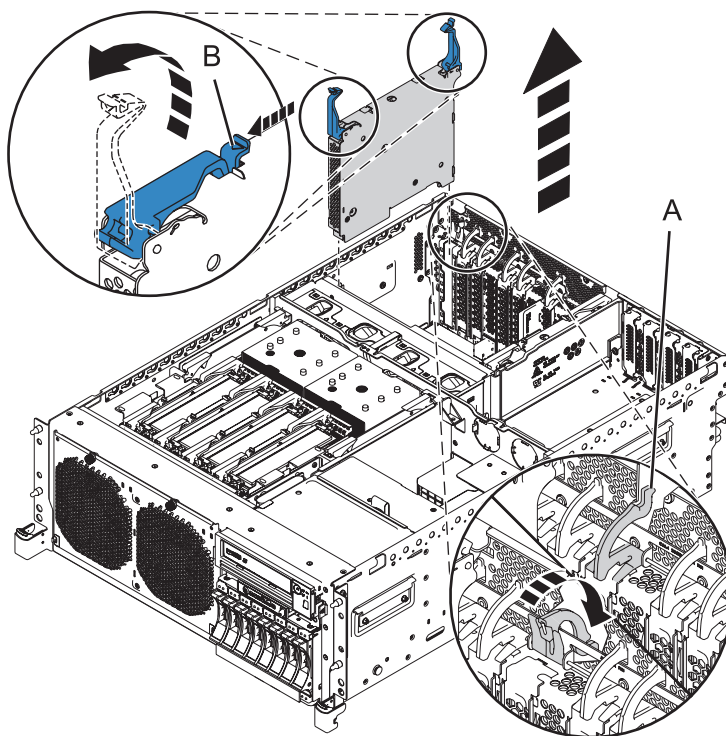
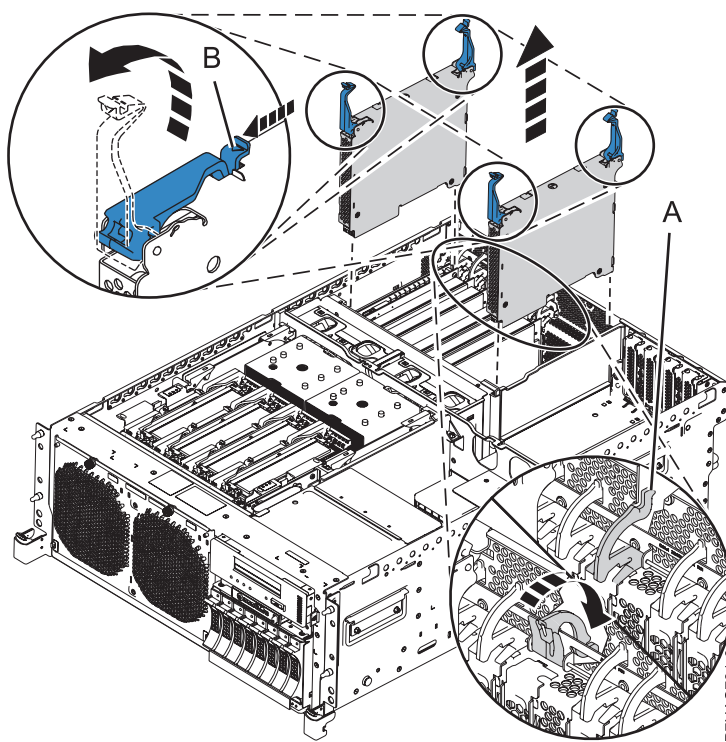

図7. ラック・マウント型 8202-E4B または 8205-E6B システムからの GX アダプターの取り外し
図8. ラック・マウント型 8202-E4C、8202-E4D、8205-E6C、または 8205-E6D システムからの GX アダプター (FC EJ03) の取り外し
12. システムを保守位置に設置した状態で、10 ページの図 7 および 10 ページの図 8 に示すように、既存のアダプター・アセンブリーを取り外します。 アダプター・スロット (A) の上にあるラッチをシステムの後部方向に引いて、ラッチのロックを解除します。
13. アダプター上のラッチ (B) のロックを解除して、既存のアダプター・アセンブリーを取り外します。 ラッチをオープン位置まで均等に引き上げ、アダプターを持ち上げてシステムから外します。